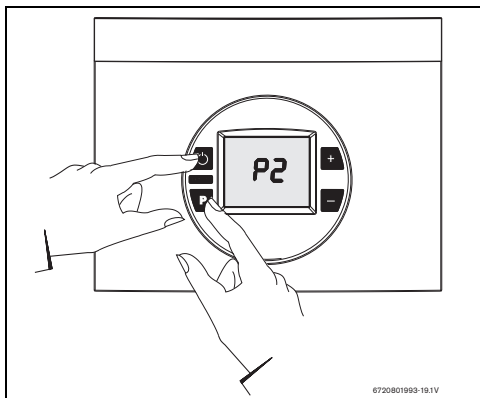

Fig. 52
- ▶ Per avviare l'apparecchio mantenere premuto il tasto "P" e contemporaneamente premere l'interruttore principale ON/OFF (vedere Fig. 52 ).